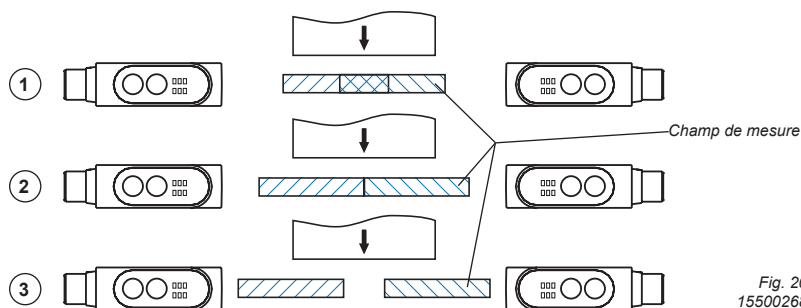

Fig. 20
Lors de cette mesure, deux FT 50 RLA ... S1 sont couplés l'un à l'autre. Les capteurs se font face (mesure de différence ou d'épaisseur - fonction n° 26) ou sont montés en parallèle (mesure de différence, parallèle - fonction n° 27). Les champs de mesure, pour la mesure de différence ou d'épaisseur, peuvent se chevaucher (1), se toucher (2) ou être distincts l'un de l'autre (3) (fig 20).
1. Montage: Positionner l'objet de référence (valeur de consigne) dans le champ de mesure et monter les deux FT 50 RLA-... (type S1) de sorte que la distance jusqu'à l'objet est toujours dans le champ de travail des capteurs (fig. 20 et 22).
Bien qu'un FT 50 RLA n'ait qu'un champ de mesure de 70, 100, ou 220 mm, il est possible en commutant Maître - Esclave de mesurer des objets dont l'épaisseur dépasse ces seuils. La solution est dans le placement des capteurs (fig. 20). Le champ de mesure nécessaire dépend de la différence maximum d'épaisseur. Si les fluctuations d'épaisseur ou de positionnement sont minimales, on choisira des capteurs à distance de détection plus petite.